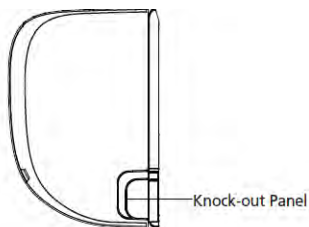

Fig. 3.3
2. Wenn sich das Wandloch hinter der Einheit befindet, behalten Sie die Ausbrechplatte bei. Ist jedoch das Wandloch außerhalb der Inneneinheit, dann entfernen Sie die Ausbrechplatte aus Plastik auf der entsprechenden Seite des Innengerätes, um die Aussparung für die Kältemittelleitung zu erhalten. Benutzen Sie ggf. eine Spitzzange, falls sich das Plastik nicht von Hand wegbrechen lässt. (Siehe Abb. 3.3).